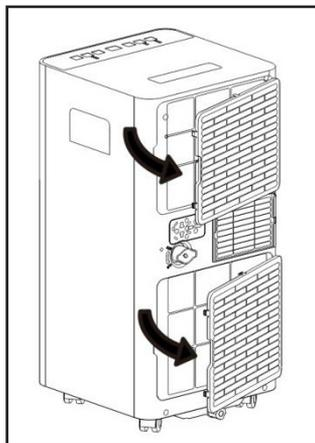

FIG. 28
- Siga la indicación de la fig.28, abra la rejilla del aparato, luego saque el evaporador de la parte posterior de la rejilla.